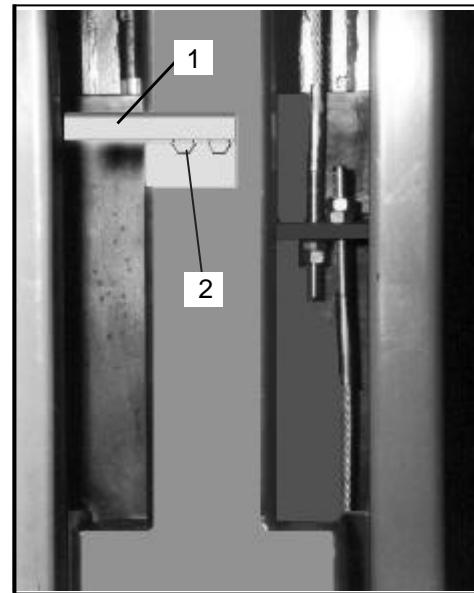
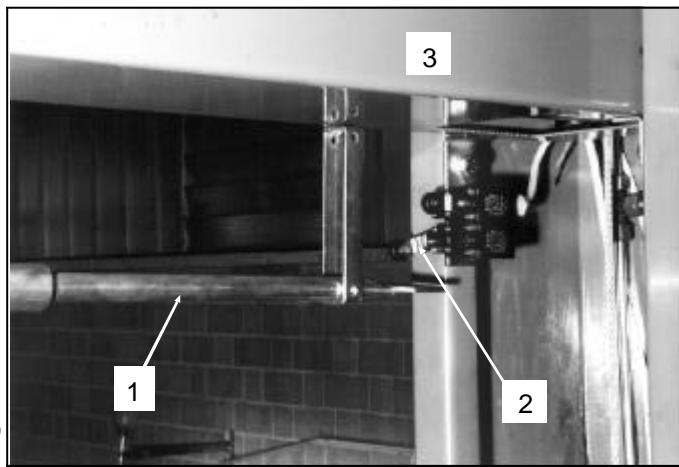

Fig.19
Fig.20
- nel caso vengano sollevati auto veicoli di altezza superiore a 1,5 metri, la salita viene interrotta dalla "barra di fine corsa" (rif. Fig.20) che, spinta dal veicolo, agisce sui microinterruttori.
- in caso di excesso di corsa della parte mobile, sono stati previsti due microinterruttori in terreno (rif. 2 e 3 Fig.20) collegati in serie tra loro e montati nella parte superiore della colonnina comando; essi sono azionati normalmente dall'azionamento (rif. 1 Fig. 19) montato sul carrello lato comando; nel caso che il primo microinterruttore in terreno non dovesse funzionare, il secondo dovrà intervenire dopo circa 30 mm di corsa del carrello.
- When vehicles higher than 1.5m are lifted, the rise is interrupted by the "end-stop bar" (ref. 1, fig. 20), which, pushed by the vehicle, works on the limit switches.
- if the moving part exceeds its travel distance, there are two limit switches connected in series and are usually set working by the "actuator" (ref. 2 and 3, fig. 20) on the command side carriage. If the first limit switch did not work, the second one would trip after 30 sec. of carriage run.